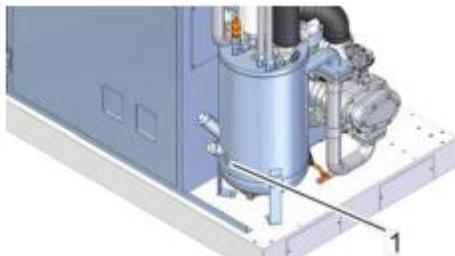

Рис. 31: Смотровое стекло
4. → Проверьте уровень жидкости через смотровое стекло (Рис. 31/1).